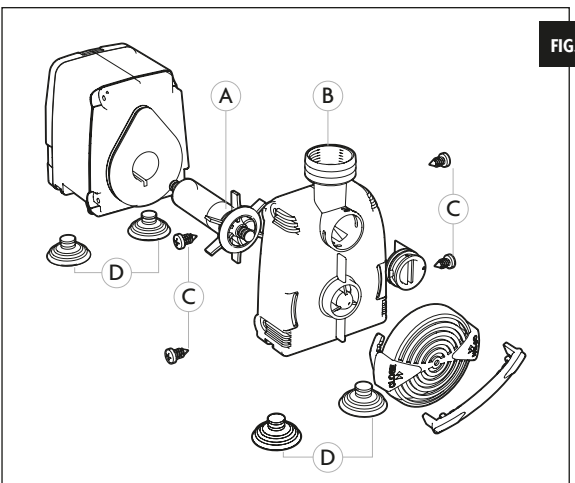

FIG. 3
Trek altijd eerst de stekkers uit alle elektrische apparaten voordat u uw handen in het water steekt. Draai de vier schroeven uit de behuizing, trek de front eraf en haal de rotor eruit. (zie Afb. 3); vervolgens worden alle onderdelen met een borstel (geen metalen borstel!) zorgvuldig gereinigd. Als nodig verwijderd u (kalk)afzettingen met azijn of citroensap. Alsdan dienen de onderdelen nauwkeurig worden gemonteerd, draai de 4 schroeven weer vast voordat u de pomp weer laat draaien.
Se recomienda limpiar asiduamente el rotor y la cámara de la bomba (fig. 3) eliminando la suciedad y los depósitos calcáreos. El motor está completamente sellado y autoprotectido contra el recalentamiento y no necesita un mantenimiento especial. En caso de que no funcione controlar en primer lugar el enchufe y los dispositivos de seguridad de la instalación eléctrica, si el resultado es correcto la bomba necesita una limpieza.
Antes de cualquier operación, desconectar todos los aparatos eléctricos sumergidos. Desmontar el cuerpo motor y sacar el rotor de su sitio (fig. 3) lavar todo con un cepillo no metálico. Los posibles depósitos calcáreos se pueden eliminar dejando el aparato sumergido en vinagre o zumo de limón durante algunas horas.
Si raccomanda di pulire regolarmente il rotore (A) e la camera della pompa (B) (fig. 3) eliminando sporczia e depositi calcarei. Il motore è completamente sigillato ed autoprotetto contro surriscaldamento e non richiede particolari cure. In caso di mancato funzionamento controllare per prima cosa il collegamento ed i dispositivi di sicurezza dell'impianto elettrico, se tutto risulta a posto la pompa necessita di essere pulita.
Svitare le quattro viti previste (C, fig. 3). Smontare il frontalino di aspirazione dal corpo motore e togliere il rotore dalla sua sede (fig. 3); lavare il tutto accuratamente con uno spazzolino non metallico. Gli eventuali depositi calcarei possono essere rimossi lasciando l'apparecchio immerso in aceto o succo di limone per alcune ore. Rimontare i componenti con cura e fissare le viti della precamera.
Waschen Sie in regelmäßigen Abständen den Rotor und das Pumpegehäuse (s. Abb. 3.) um Verunreinigungen und Kalkablagerungen zu vermeiden. Der Motor ist vollständig versiegelt und durch einen Selbstschutz gegen Überhitzen abgesichert und weitgehend wartungsfrei. Bei Störungen zunächst die Stromzufuhr, Anschlüsse und Schutzschalter der elektrischen Anlage kontrollieren. Falls alles in Ordnung ist, muss die Pumpe gereinigt werden.
nen Sie ihn und ziehen Sie den Rotor aus seiner Halterung (s. Abb. 3); dann waschen Sie alle Teile sorgfältig mit einer nicht-metallischen Bürste. Falls erforderlich, entfernen Sie eventuelle Kalkablagerungen, indem Sie die Teile für einige Stunden in Essig oder Zitronensaft legen. Alle Teile müssen sorgfältig wieder montiert werden und die Schrauben fixiert werden bevor Sie die Pumpe wieder in Betrieb nehmen.
Prior to any work on the unit, disconnect all electrical equipment from the mains. Unscrew first the four screws and pull apart the cover (fig.3). Pull off the rotor from its location (fig. 3). Carefully rinse all components under running water cleaning them with a non-metallic brush. If necessary remove lime-scale by leaving the components immersed in vinegar or lemon juice for few hours. Reassemble the unit so that all components are placed in their original position and tighten the four screws on the motor housing.